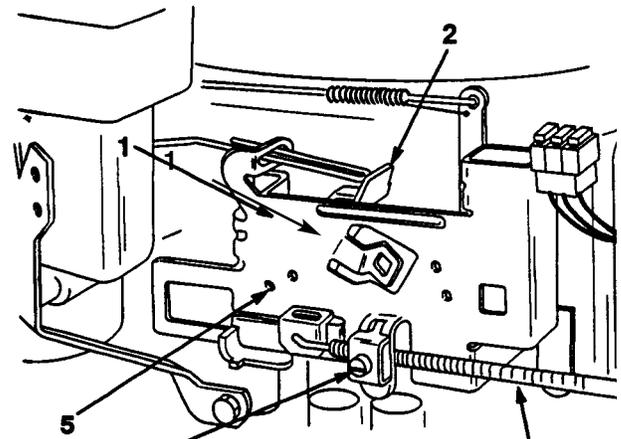

Bild 25
- B. Wenn der Gashebel auf "SCHNELL" steht, müssen die Löcher im Reglerkontrollhebel mit den Indexlöchern in der Reglerplatte abgestimmt sein (Bild 25). Wenn die Löcher nicht übereinstimmen, siehe Schritt 4 für Einstellmaßnahmen.
- B. Die Klemmschraube der Gashebelschelle soweit lockern, bis der Bowdenzug beweglich ist (Bild 25).
- C. Den Bowdenzug soweit bewegen, bis die Löcher im Reglerhebel und der Reglerplatte übereinstimmen (Bild 25). Dann die Kabelklemmschraube festziehen.